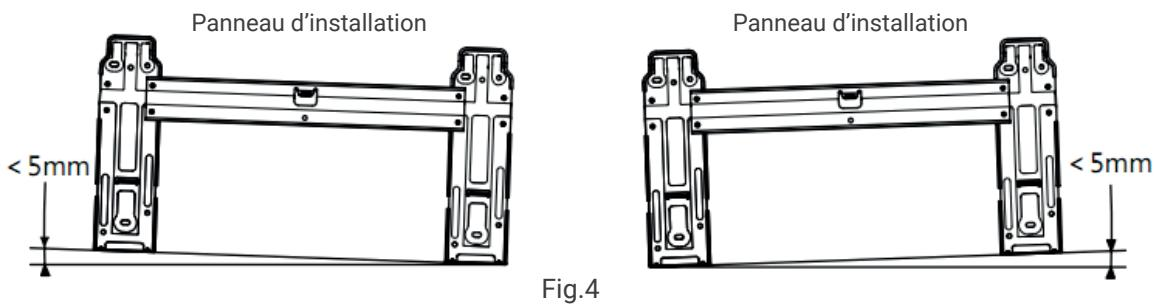

Fig.4
- Retirez la plaque d' installation métallique de l' unité intérieure. Réglez la plaque d' installation en position horizontale. La différence de hauteur entre les côtés gauche et droit de la plaque d' installation doit être inférieure à 5 mm. (Fig.4)